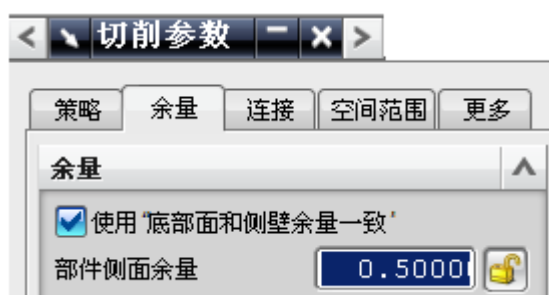

图 5-21
- 单击 ，打开操作对话框，选择如图 5-21 所示的操作子类型和父节点，单击 OK。